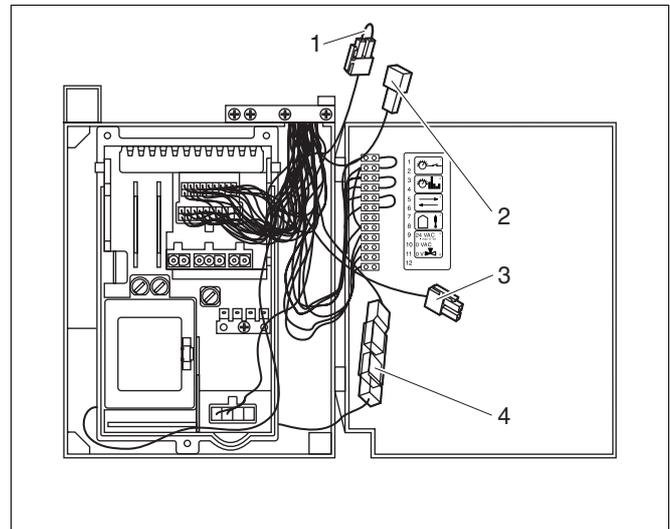

Fig. 9 Collegamenti per accumulatore esterno, seconda valvola magnetica, pompa modulante e contatto esterno di commutazione
- Togliere il ponte (fig. 9, pos. 1).
- Collegare l'unità di commutazione per la seconda valvola magnetica (accessorio) alla spina verde (fig. 9, pos. 2).
- Collegare la pompa modulante (accessorio) alla spina (fig. 9, pos. 3).
- Collegare in serie il contatto di commutazione (fig. 9, pos. 4) senza potenziale.